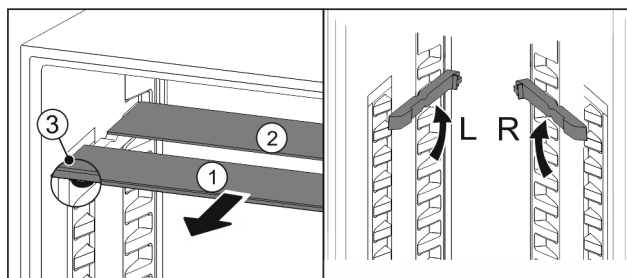

Fig. 118
- Glasplatten einzeln nach vorne herausziehen Fig. 118 (1).
- Glasplatte Fig. 118 (1) mit Zierleiste liegt vorne.
- Stopps Fig. 118 (3) zeigen nach unten.